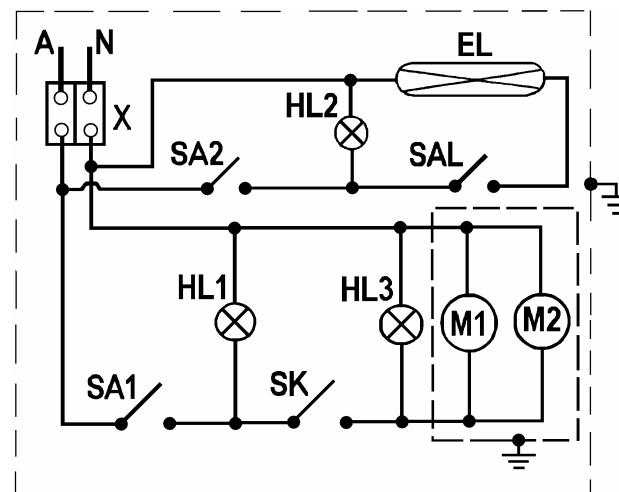

Рис. 4
8.5 Схема электрическая принципиальная приведена на рис. 4.
- подключить провода электросети к зажимам клеммного блока (X1, см. рис. 4), в соответствии с маркировкой (А – фазный провод, N – нейтральный провод);